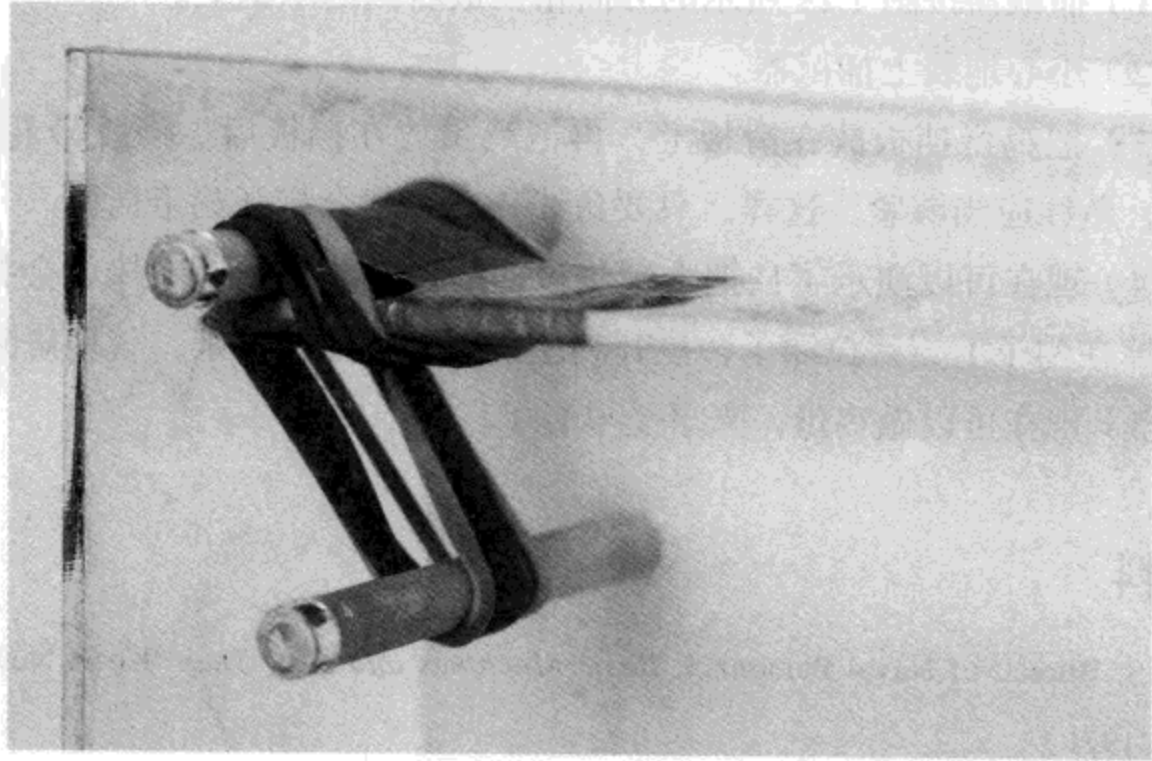
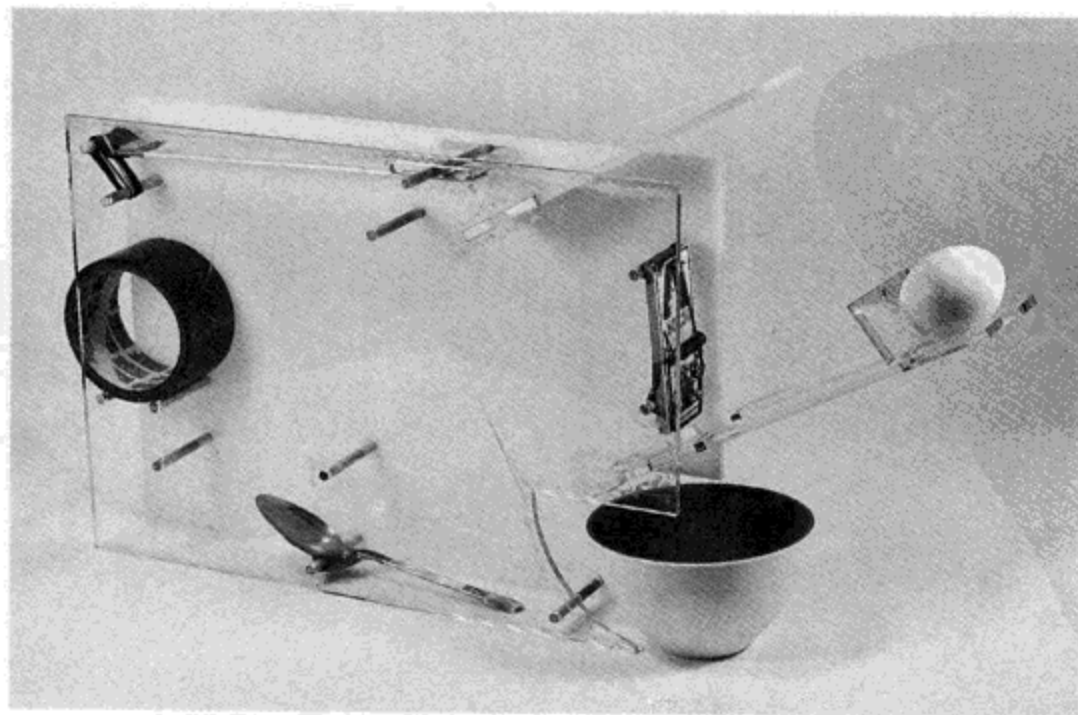

图1.28 用橡皮筋固定搅漆棒
图1.29 装好的 Rube Goldberg 打蛋机
(3) 把所有 $2\frac{1}{2}$  in 长的木销都插进模板的背面(参见图 1.29)。
(4) 如图 1.28 所示, 将橡皮筋缠在左上角木销下面的那根木销上。
(5) 把勺子或叉子粘在底部中间的木销上, 当胶带卷滚下来碰到它的时候, 勺子或叉子能绕着木销转。
(6) 在勺子或叉子的柄上, 用双面胶粘上一段 2 ft 长的鱼线。
(7) 把前面的模板固定在这 11 根销钉上, 同时将导线板夹在前、后模板的中间。
(8) 按图 1.29 箭头所指方向缠上鱼线。把鱼线系在鸡蛋挡板上的孔中。
(9) 把鸡蛋滑板插入前后模板的槽中，必要时用胶带固定。
(10) 用橡皮筋将搅漆棒的末端缠起来，并用胶带固定（图 1.28）。在槽里滑移剩余的一根木销，并保持在一个位置（图 1.29）。
(11) 捕鼠器按图 1.29 所示的方向粘在最右侧的木销上。
(12) 小心地装上捕鼠器。
(13) 把鸡蛋挡板放在滑板上，再把鸡蛋放在挡板后。当胶带卷碰到勺子或叉子时，鱼线应当够紧。这样，只要鱼线一动，就会打开鸡蛋挡板。
(14) 现在可以演示了！把木销从顶部的槽中拔出，搅漆棒就会拍到胶带卷，胶带卷掉在勺子上，猛拉绳子，拉开鸡蛋挡板，鸡蛋掉下来，就地碰到捕鼠器。
(15) 现在可以做鸡蛋，来享受早餐了！